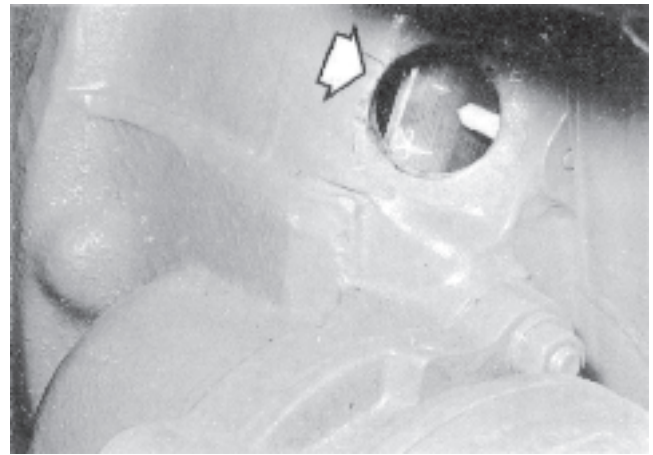

Fig. 97 Calage du volant
3. Continuer à tourner le moteur dans le sens normal de rotation jusqu'à ce que la graduation de réglage (voir les « Caractéristiques techniques ») du volant se place juste devant la pointe de l'indicateur sur le carter de volant (figure 97). Reposer le cache-culbuteurs.